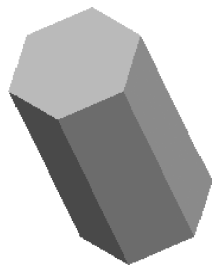

图4-92 完成再生
(5) 单击【编辑】工具栏中的【再生】按钮,完成再生,零件根据尺寸发生了变化,如图4-92所示。